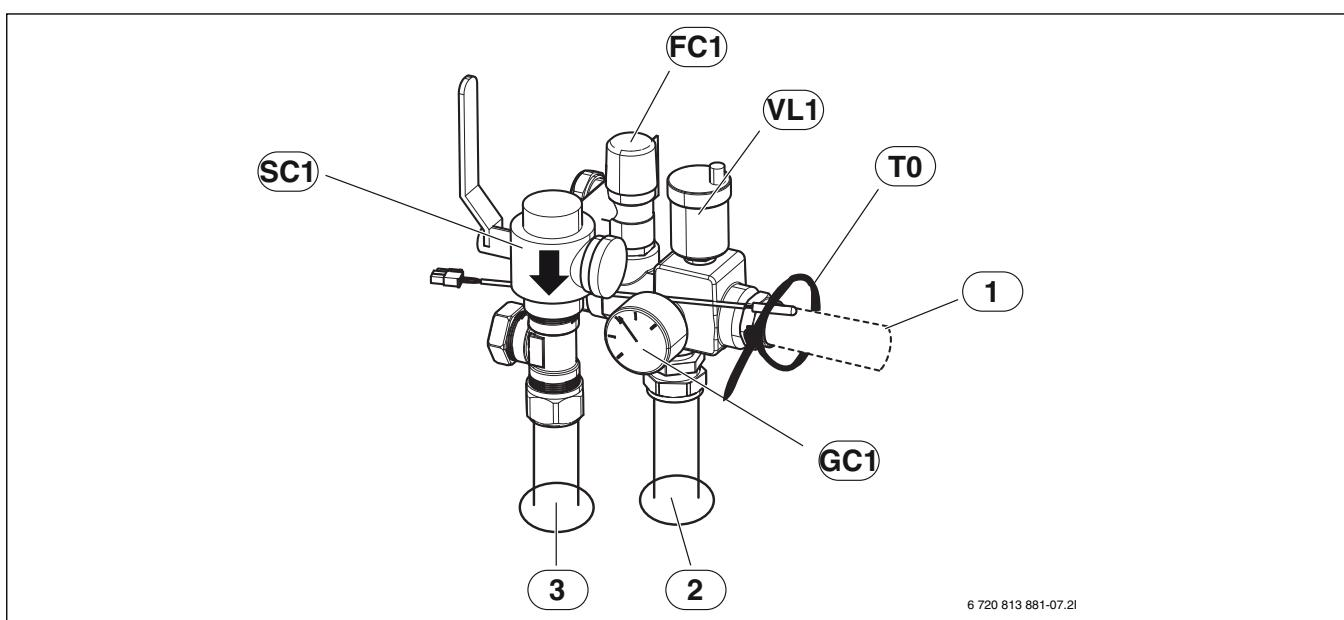

Fig. 9 Gruppo di sicurezza montato, senza bypass; possibile con un circuito di riscaldamento collegato direttamente a valle
- ▶ Per prima cosa montare il filtro ([SC1], fig. 9) sull'elemento a T.
- ▶ Inserire la sonda della temperatura di mandata nel pozzetto ad immersione ([T0], fig. 9) e fissare con fascette per cavi.